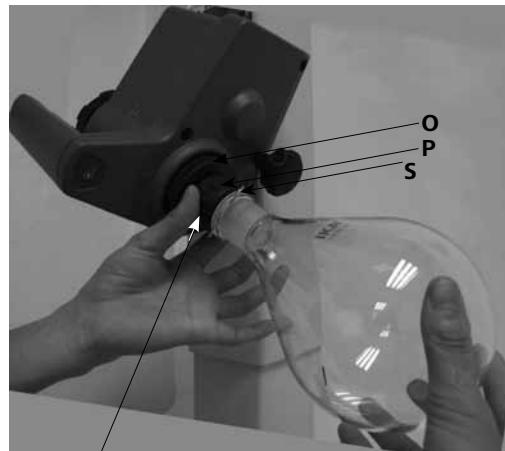

Fig.16
- Drehen Sie die Kunststoffmutter (**P**) mit der Klammer (**S**) gegen den Uhrzeigersinn bis sich die Klammer über den Flansch legt lässt. (Fig.16)